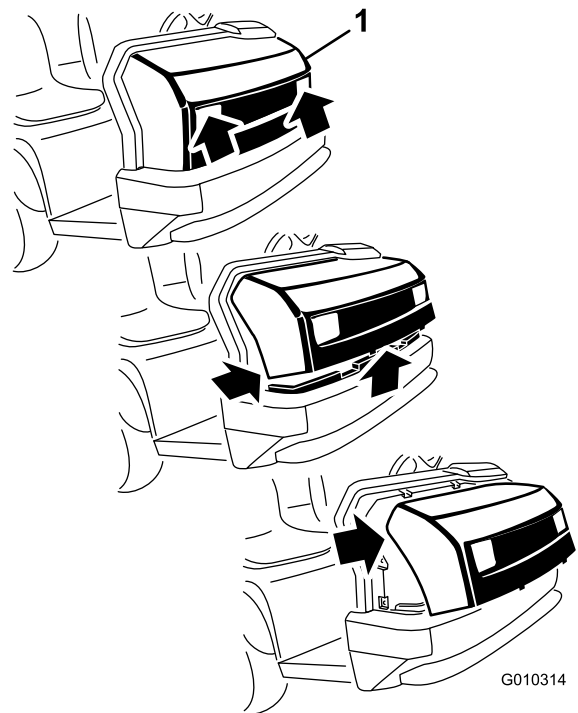

Figura 39
1. Sujete el capó por los orificios de los faros y levántelo para poder liberar las pestañas de montaje inferiores de las ranuras del bastidor (Figura 39).
2. Gire hacia arriba la parte inferior del capó hasta que pueda retirar las pestañas de montaje superiores de las ranuras del bastidor (Figura 39).
3. Gire hacia adelante la parte superior del capó y desenchufe los conectores de cable de los faros (Figura 39).